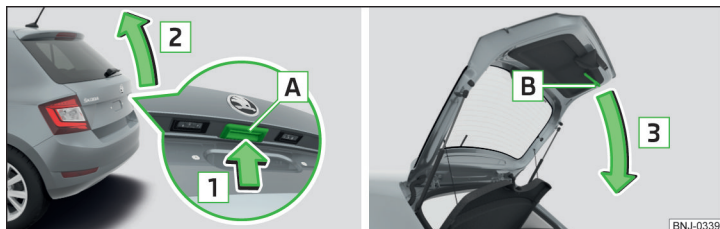

Fig. 50 Apertura/chiusura del portellone bagagliaio
- Per l'**apertura** premere il tasto **A** in direzione della freccia **1** » fig. 50.
Il tasto **A** » fig. 50 viene disattivato alla partenza e/o da una velocità superiore a 5 km/h. Dopo la sosta e l'apertura di una porta, il tasto viene riattivato.